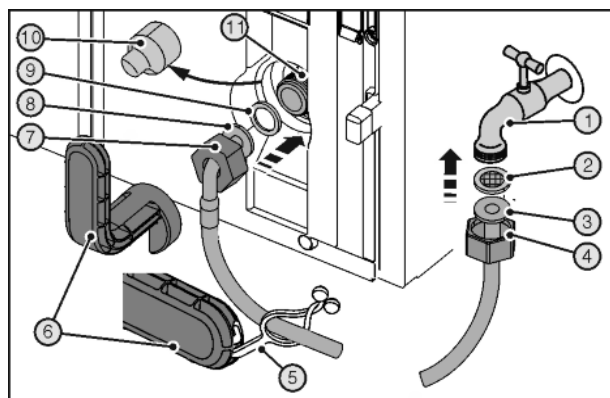

Fig. 41
Резаные раны из-за поломанного вспомогательного инструмента Fig. 41 (6).
▶ Вспомогательный инструмент Fig. 41 (6) использовать только при комнатной температуре.
- ▶ До конца сдвинуть гайку Fig. 41 (4) через прямой конец шланга Fig. 41 (3) и удерживать.
- ▶ Вставить ситовую ловушку Fig. 41 (2) в гайку Fig. 41 (4).
- ▶ Ситовая ловушка Fig. 41 (2) прилегает к прямому концу шланга Fig. 41 (3) и слегка поддерживается.
- ▶ Подсоедините к запорному крану Fig. 41 (1) гайку Fig. 41 (4) с расположенной на прямом конце шланга Fig. 41 (3) ситовой ловушкой Fig. 41 (2).
- ▶ Временным открытием запорного крана Fig. 41 (1) подачи воды удалить воздух из водопровода и заполнить водой. Шланг для этого держать в ведре.
- ▶ Снять крышку Fig. 41 (10).
- ▶ До конца сдвинуть гайку Fig. 41 (7) через конец шланга в виде угла Fig. 41 (8) и удерживать.
- ▶ Смочить уплотнение Fig. 41 (9) и вдавить в гайке Fig. 41 (7) на конце шланга в виде угла Fig. 41 (8).
- ▶ Уплотнение Fig. 41 (9) прилегает к концу шланга в виде угла Fig. 41 (8) и слегка поддерживается.
- ▶ Подсоедините к электромагнитному клапану Fig. 41 (11) гайку Fig. 41 (7) с расположенным на изогнутом в виде угла конце шланга Fig. 41 (8) уплотнением Fig. 41 (9).
- ▶ Затяните подключения с помощью вспомогательного инструмента Fig. 41 (6) по часовой стрелке, пока не будет достигнут максимальный момента затяжки и вспомогательный инструмент Fig. 41 (6) начнет прокручиваться.
- ▶ Откройте запорный кран Fig. 41 (1) системы подвода воды и проверьте герметичность всей водяной системы.
- ▶ Зацепить накладку Fig. 41 (5) в вспомогательном инструменте Fig. 41 (6) и для хранения закрепить на шланге из высококачественной стали.